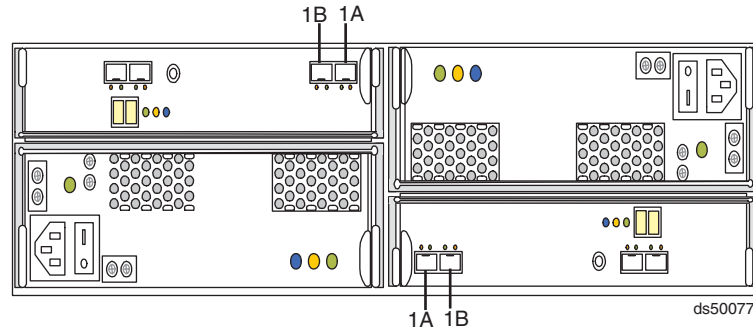

図 47. EXP5000 ポート・ラベル
- DS5100 および DS5300 コントローラー・ドライブ・ポートは、常に、1B のラベルが付けられた EXP5000 ポートに接続するようにします。左側と右側の EXP5000 ESM (ESM A および B) は、異なる方向で ESM ベイに挿入されているので、ファイバー・チャンネル接続を行う前に 1B のラベルが付けられたポートを探す必要があります。図 47は、EXP5000 上のポート・ラベルを示しています。